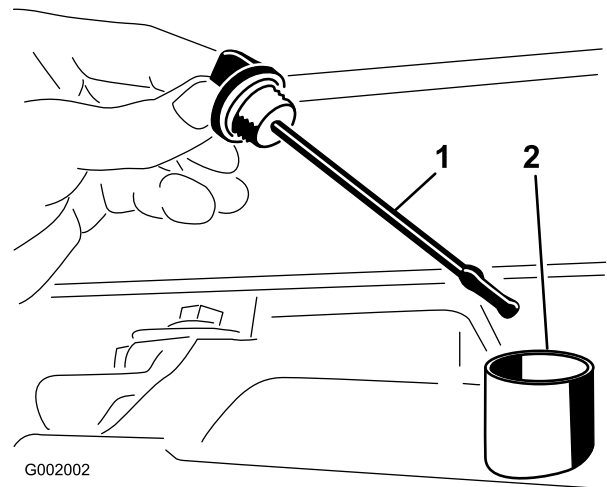

Bild 64
2. Nehmen Sie den Peilstab der Hinterachse heraus und wischen Sie ihn mit einem sauberen Lappen ab (Bild 64).